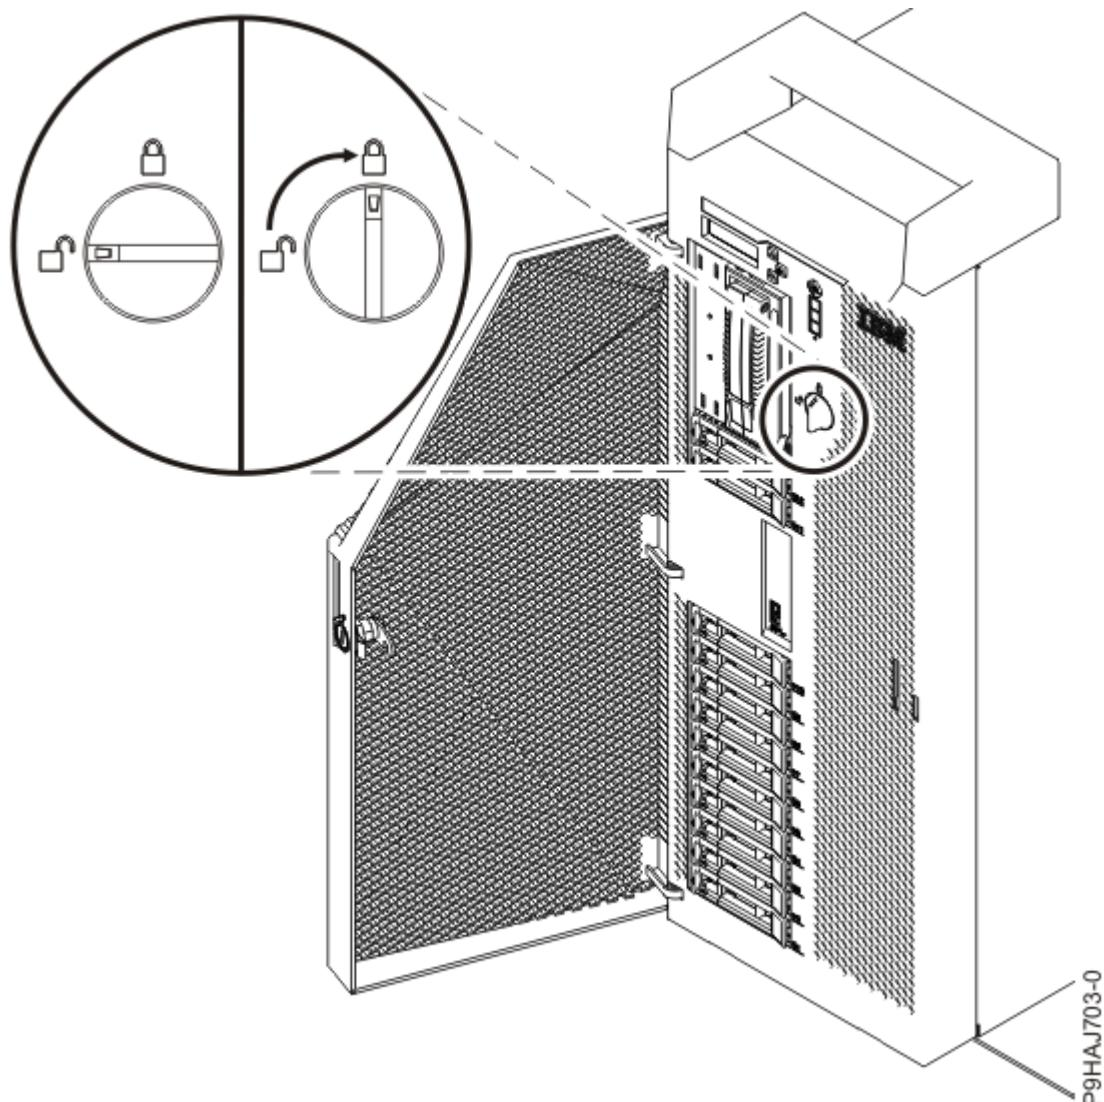

図 31. 前面カバー・ラッチのクローズ
- d) カバー・ラッチを右(時計回り)にひねってカバーをロックします(33 ページの図 31を参照)。